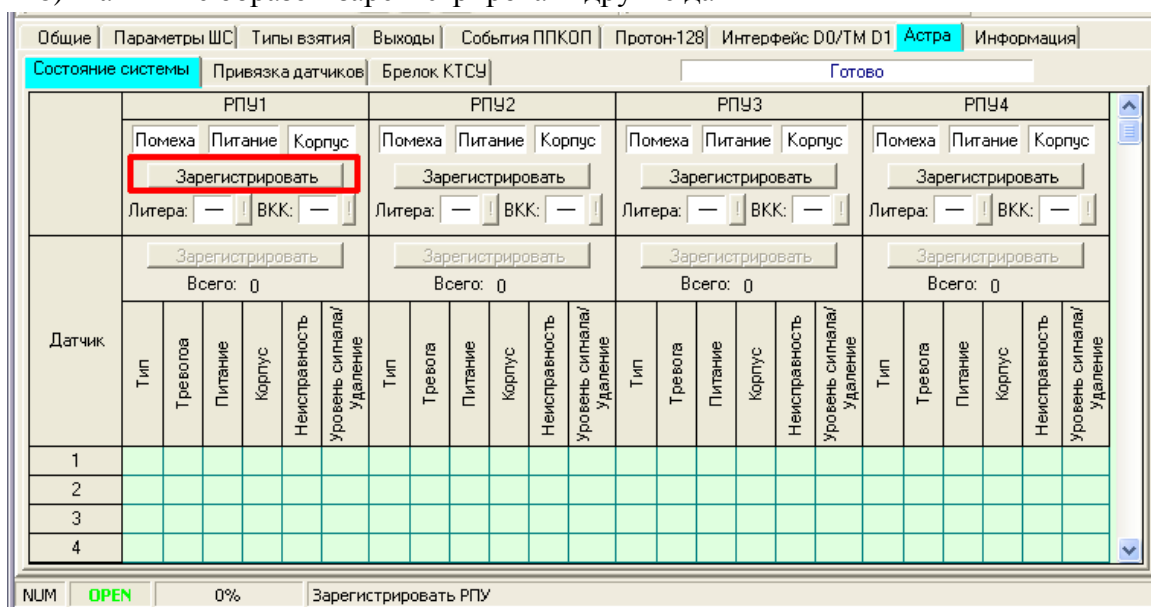

Рисунок 3.24
3) Зарегистрировать РПУ. С использованием Программатора зайти на вкладку «Астра. Состояние системы» (рис. 3.24). Регистрация РПУ производится нажатием кнопки «Зарегистрировать» (РПУ). РПУ, подключенный к устройству, будет зарегистрирован. При необходимости изменить литеру и время контроля канала (ВКК) (рис. 3.24).